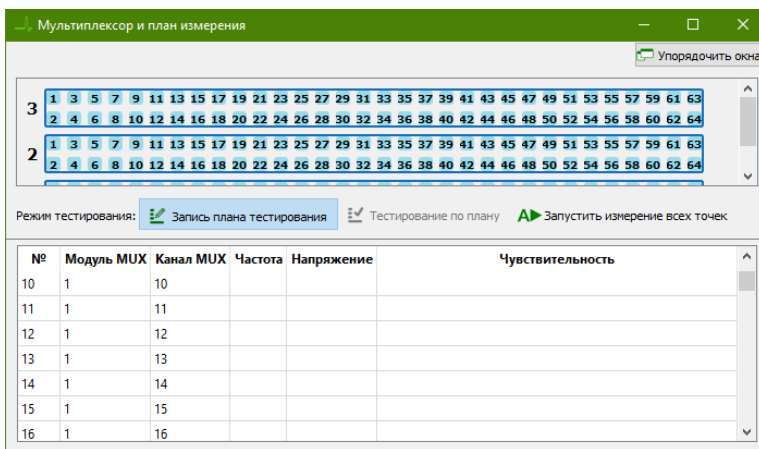

Рисунок 34. Окно Мультиплексор и план измерения ПО EPLab.
3. Откроется окно "Мультиплексор и план измерения", в котором отобразится количество подключенных модулей EyePoint MUX_S_A (Рисунок 34) и таблица плана тестирования. Данное окно также можно открыть из главного меню "Вид" -> "Открыть окно просмотра мультиплексора".